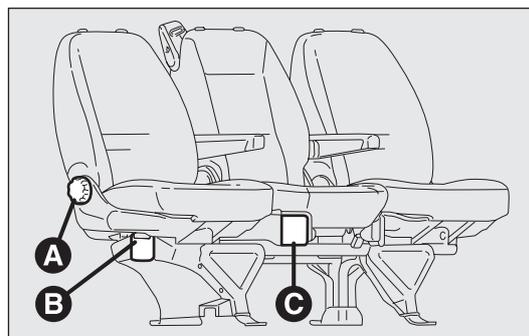

fig. 33
**Regolazione dello schienale inclinabile dei sedili passeggeri fig. 33**
**Accesso ai sedili della seconda fila fig. 33**
## Ribaltamento schienale sedile centrale (2a - 3a fila) fig. 33